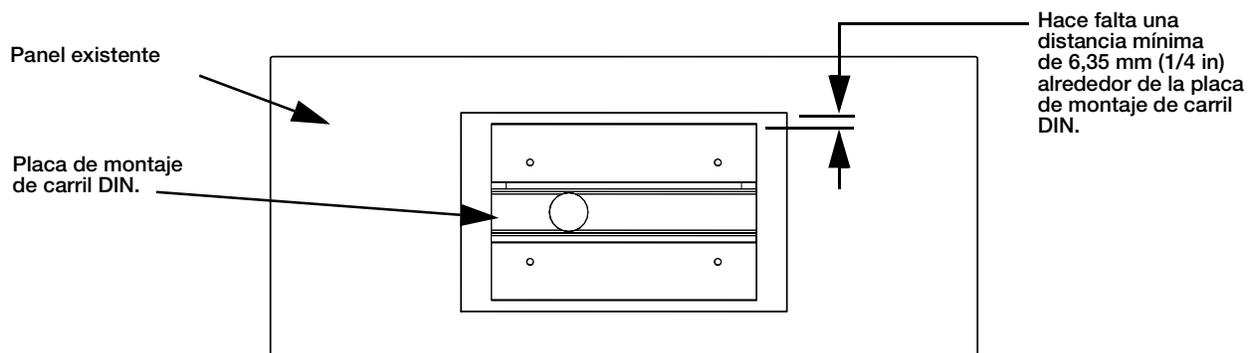

Figura 2. Agrande la abertura (si es necesario)
1. Utilizando la placa de montaje de carril DIN como guía, marque el panel para cortar la abertura con el tamaño necesario. Debe dejarse una distancia mínima de 6,35 mm (1/4 in) entre la placa de montaje y la abertura del panel. Consulte la Figura 2.